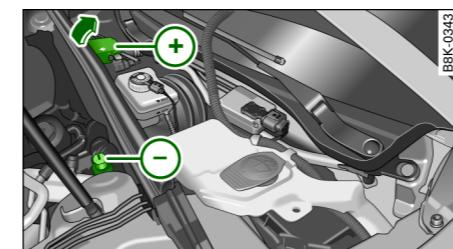

图 268 发动机舱：充电装置和辅助启动电缆的接口
跨接辅助启动接头在发动机舱内 ⇒ 图 268。▶
- 掀开正极上的红色盖板 ⇒ 第 236 页, 图 268。